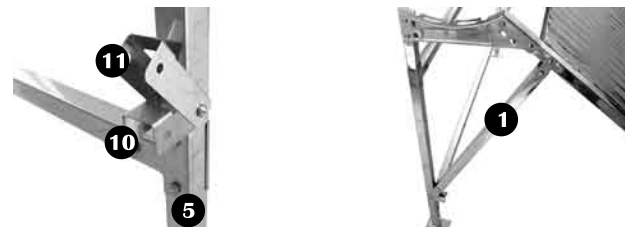

Fig. 4
9. Se unește elementul U60 10 cu elementul U80 11 și se strâng pe piciorul 5 cu șurub (fig. 4).
11. Se așează traversa 1 între elementul U60 10 al oglinzii și elementul U80 11 de pe piciorul 5 (fig. 4).